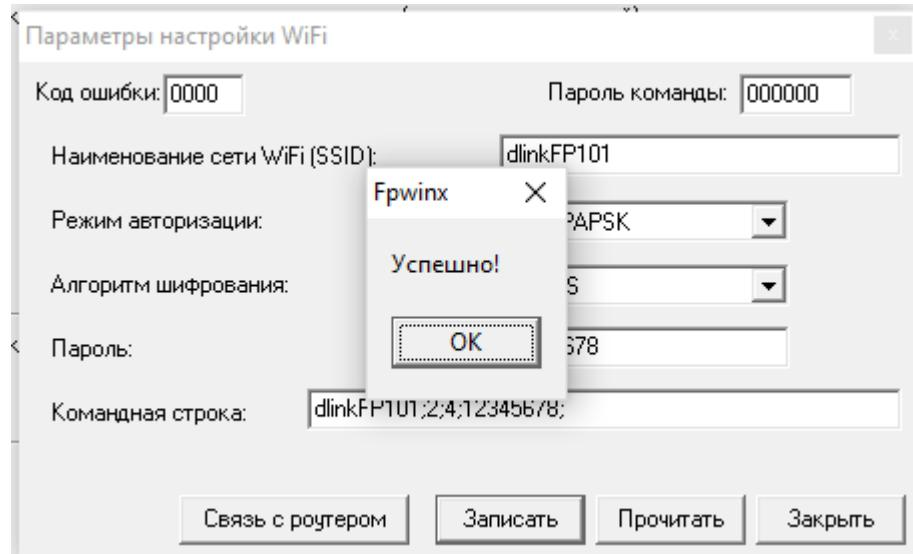

Рисунок 44
– якщо запис пройшов успішно, з'явиться вікно (рисунок 44);